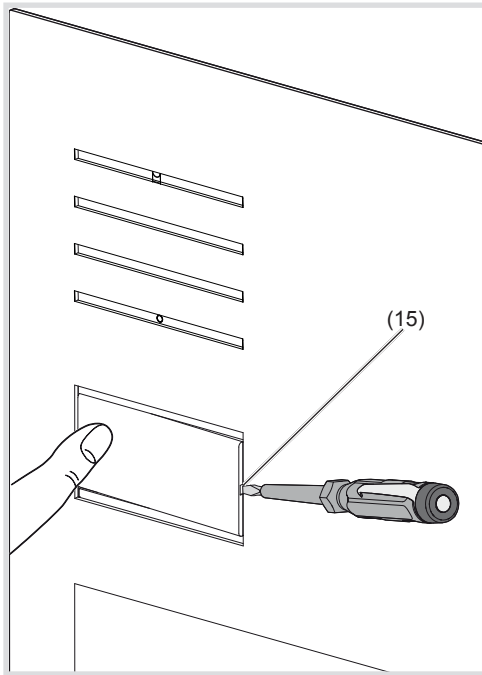

Bild 3: Namensschild Abdeckung lösen
- Schraubendreher in der Hebelöffnung (15) ansetzen und Arretierung lösen (Bild 3).